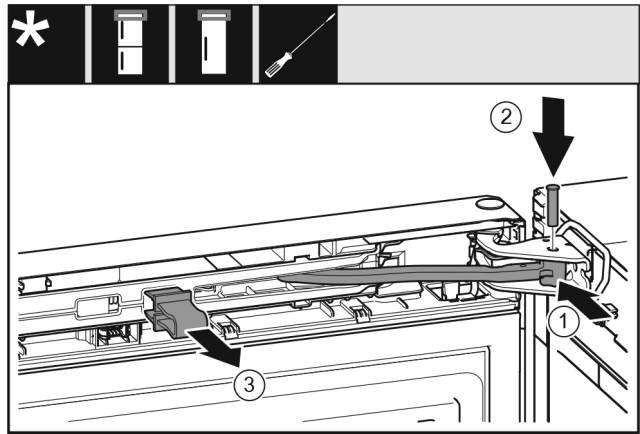

Fig. 66
- Ruotare il giunto Fig. 66 (1) nel blocco di supporto.
- Inserire il perno Fig. 66 (2) nel blocco di supporto e nel giunto. Assicurarsi che la camma di arresto sia posizionata correttamente nella scanalatura.
- Rimuovere il fusibile Fig. 66 (3).